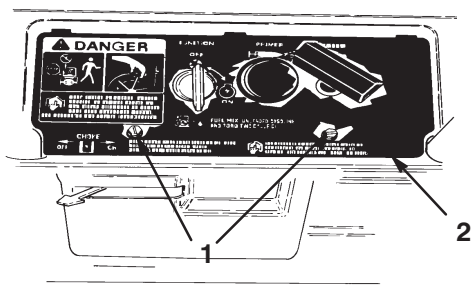

Figure 13
3. Enlevez les deux vis qui fixent le panneau de commande au carter (Fig. 13).